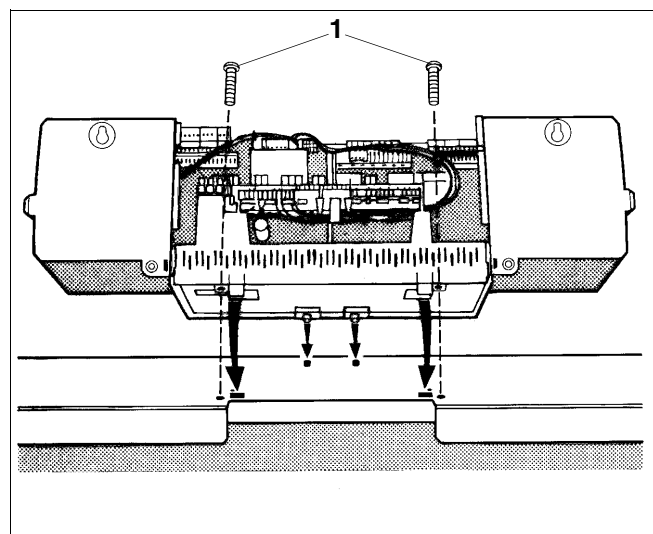

Fig. 57 Visser l'appareil de régulation
- Basculer légèrement l'appareil de régulation vers l'avant et placer de manière à ce que les crochets à emboîtement soient introduits dans les perforations ovales. Tirer l'appareil de régulation vers l'avant et incliner vers l'arrière jusqu'à ce que les deux crochets élastiques s'enclenchent à droite et à gauche (flèche - fig. 57).
- Fixer l'appareil de régulation derrière à droite et à gauche du passage de câbles à l'aide de 2 vis (fig. 57, **pos. 1**) sur le capot avant de la chaudière.